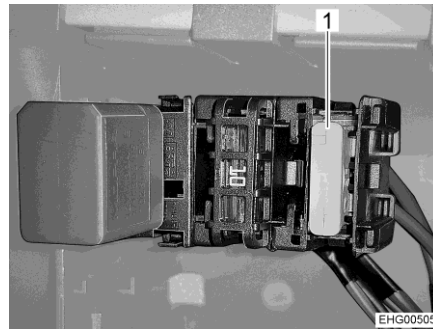

Fig. 106 Fusible sur le montant B, côté droit du véhicule
- Changer le fusible (Fig. 106,1).